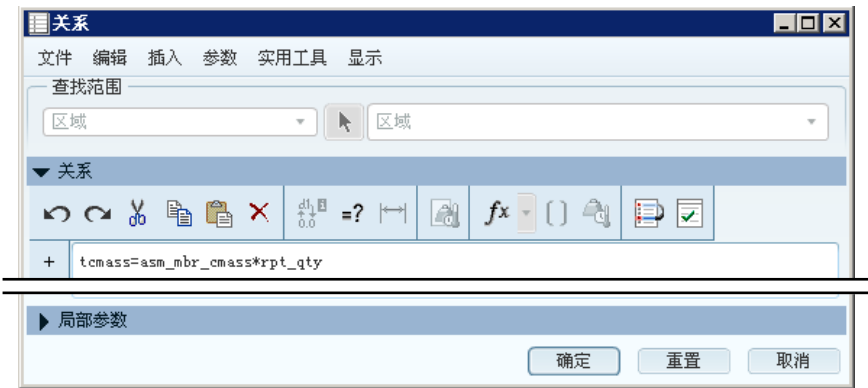

图 7.4.12 “关系”对话框
Step4. 在文本框中输入关系式“**tcmass=asm_mbr_cmass*rpt_qty**”，如图 7.4.12 所示，该式的含义是：总计重量等于单件重量与数量的乘积，单击 **确定** 按钮。